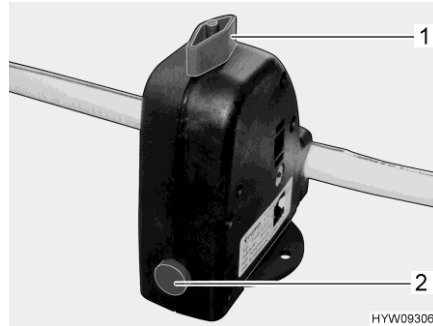

Bild 97 Säkerhets-/avtappningsventil (Truma)
- Stäng säkerhets-/avtappningsventilen (Bild 97). Ställ vredet (Bild 97,1) diagonalt mot säkerhets-/avtappningsventilen och tryck in tryckknappen (Bild 97,2).